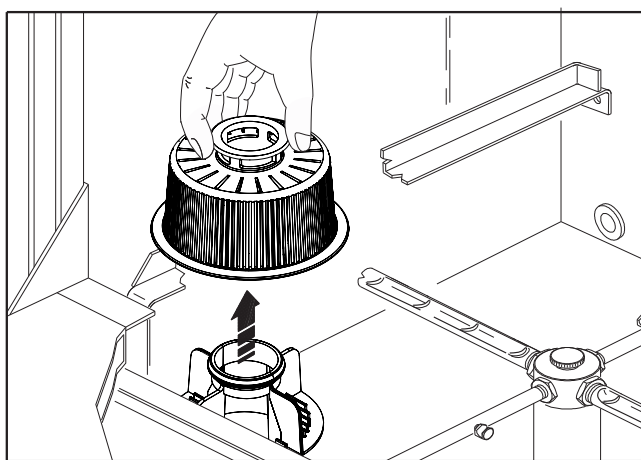

Fig. 17
5. togliere e pulire il filtro pompa di lavaggio (fig. 17) ed eventuali filtri vasca, se presenti